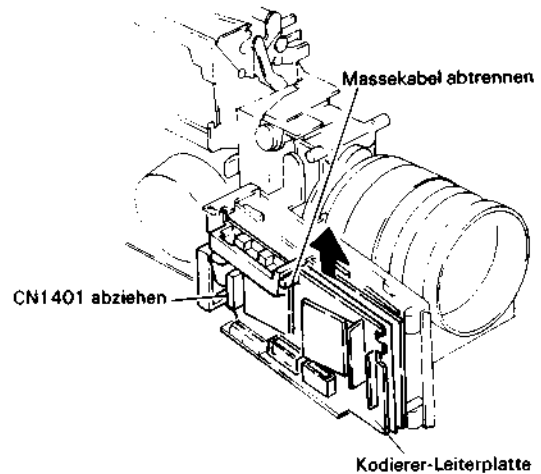

Abb. 2.22 Ausbau der Kodierer-Leiterplatte
Ausbau der Kodierer-Leiterplatte (Zoomschalter-Leiterplatte und Videorecorder/Aufnahme-Wahlschalter-Leiterplatte) (Abb. 2.22, 2.23, 2.24, 2.25)
2. Den Stecker CN1401 abziehen (siehe Abb. 2.22).
2. Die Kodierer-Leiterplatte entfernen (siehe Abb. 2.22).